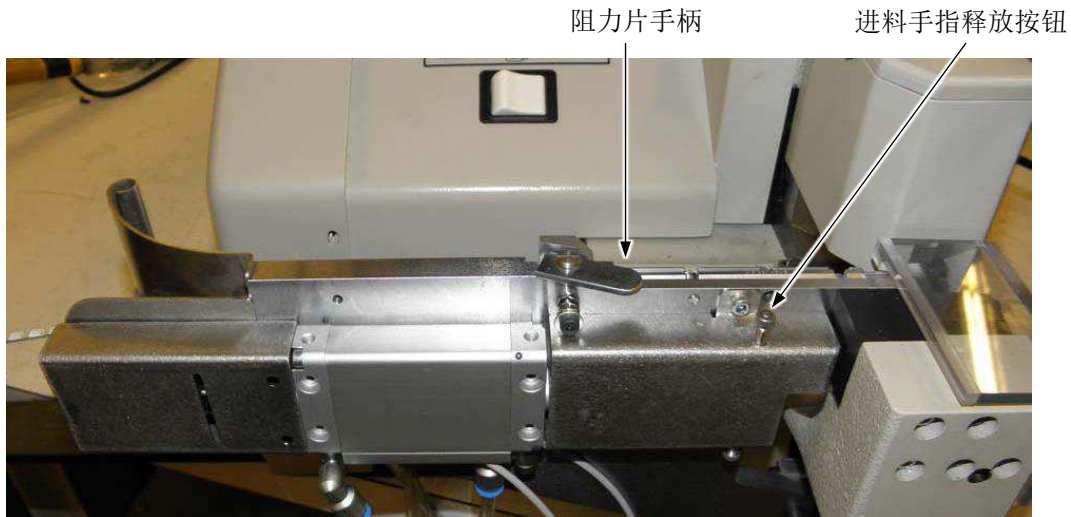

图 13
2. 旋转阻力片手柄，松开阻力片并保持开启（后方），然后将料带送入料带导轨和进料板沟槽，直到末端接触到进料手指（参见图 13）。